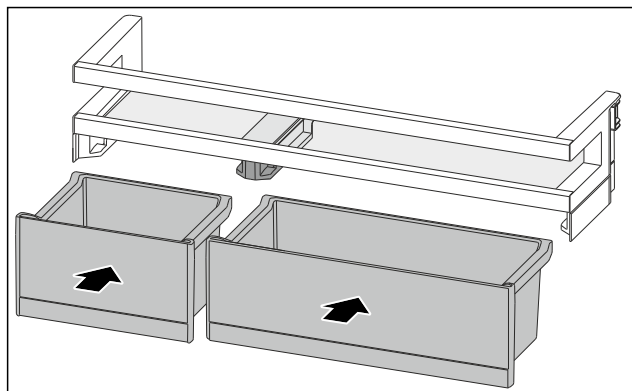

Fig. 175
- Introduceți VarioBox-urile dispuse invers. (vezi Fig. 175)